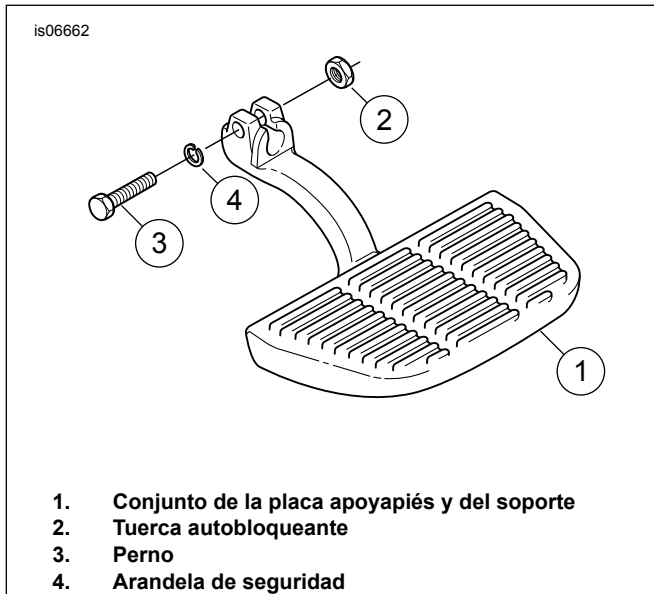

Figura 8. Conjunto de la placa apoyapiés del pasajero - Modelos de 1992 y anteriores y placas apoyapiés accesorias
- a. **Modelos de vehículos de 1992 y anteriores y placas apoyapiés accesorias:** Consulte la Figura 8. Instale cada conjunto de placa apoyapiés y de cubierta (1) en su posición original en los espárragos de montaje, alineando el agujero del perno con la ranura maquinada en el espárrago. Asegure cada placa apoyapiés utilizando una tuerca autobloqueante (2) y un perno (3), o retirando un perno (3) y una arandela de seguridad (4) (según el tipo de soporte de la placa apoyapiés). Apriete la tuerca a 14 N·m (10 ft·lbs).